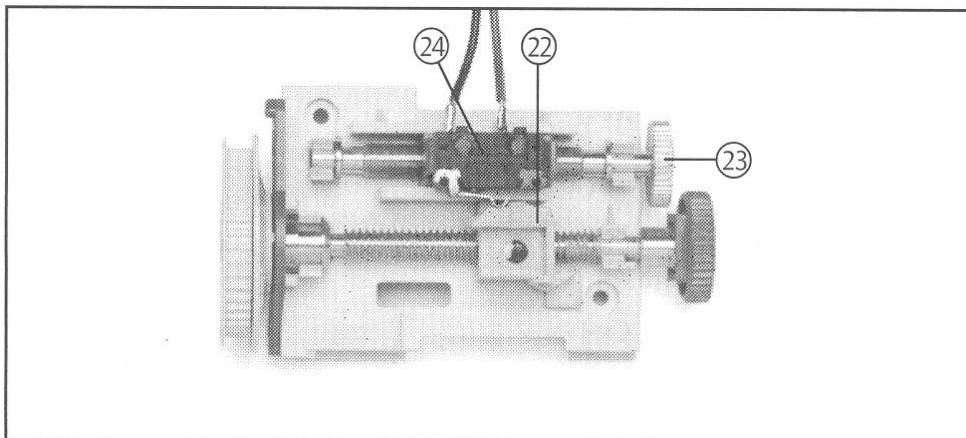

Рис.16 Установка референтной точки (ворота открыты)
- С помощью малого накатного ролика поворачивайте регулировочный шпиндель (23), до тех пор, пока переключающая каретка (22) не приведет в действие переключатель референтной точки (24) (см. рис. 16).
- Проверните малый накатной ролик (23) на 2 оборота (Dynamic 121-128) или на 5 оборотов (Dynamic 300-301) против часовой стрелки